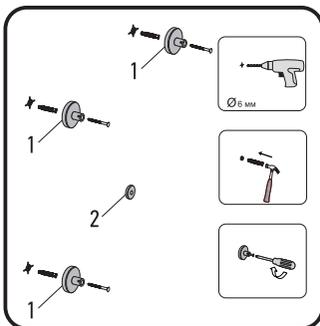

Рис. 11
5.12. Просверлите отверстия в стене соответствующим материалу стены сверлом (рис. 11).
5.13. При помощи крепежных элементов закрепите корпус кронштейна (1) и опорный диск розетки (2) (рис. 11).